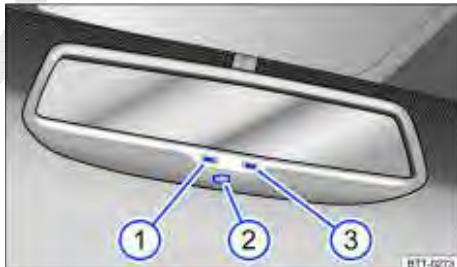

Fig. 74 No para-brisa: espelho retrovisor interno com antifuscante automático.
Legenda para → Fig. 74:
- ① Luz de controle.
- ② Interruptor.
- ③ Sensor para reconhecer a incidência de luz por trás.
O antiofuscamento automático pode ser ligado e desligado com o interruptor no espelho retrovisor interno → Fig. 74 ②. Com o antiofuscamento automático ligado, a luz de controle → Fig. 74 ① se acende.
- Um sensor no lado que indica para o interior do veículo, que mede a incidência de luz por trás → Fig. 74 ③.